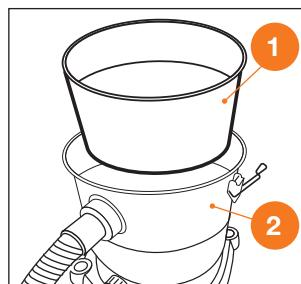

Рис. 5
4. При использовании одноразового мешка-пылесборника удалите фильтр предварительной очистки ① (Рис. 5).